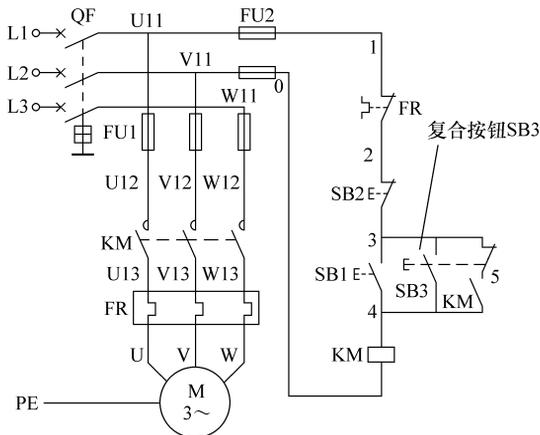

图 1-36
1. 识读三相异步电动机连续与点动正转控制电路（见图 1-36）。